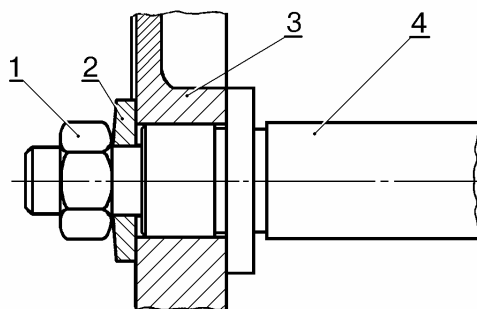

Рис.25. Крепление оси промежуточной шестерни заднего хода пятиступенчатой КП:
- отвернуть гайку 1, рис.25, крепления оси 4 промежуточной шестерни заднего хода, снять шайбу 2 и ось 4 (головка сменная 19, вороток).